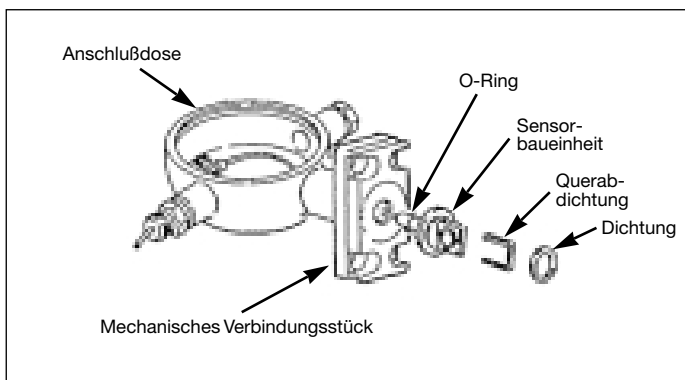

Abbildung 37. Sensorbaugruppe/mechanisches Verbindungsstück/Anschlußdose
- Sensor aus dem mechanischen Verbindungsstück entsprechend Abbildung 37 herausziehen.
- Sensorkabel vorsichtig durch das Loch im mechanischen Verbindungsstück führen und langsam aus der Anschlußdose soweit herausziehen, bis der Sensor das mechanische Verbindungsstück berührt. Siehe dazu Abbildung 37.